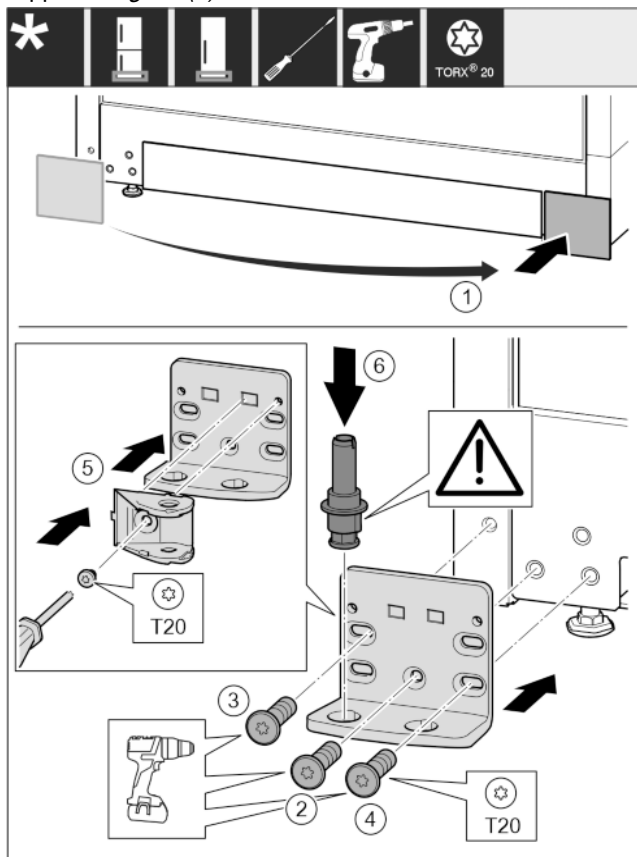

Fig. 28
- Rimuovere la copertura e applicarla sull'altro lato. Fig. 28 (1)
- Applicare il blocco di supporto sull'altro lato e avvitare con un cacciavite T20. Iniziare dalla vite 2 in basso al centro. Fig. 28 (2)
- Serrare la vite 3 e 4. Fig. 28 (3,4)
- Ruotare il collegamento dell'ammortizzatore di chiusura di 180°. Avvitare con un cacciavite T20 sull'altro lato del blocco di supporto. Fig. 28 (5)
- Inserire completamente il perno di supporto. Fare attenzione che la camma di arresto sia rivolta verso il lato posteriore. Fig. 28 (6)